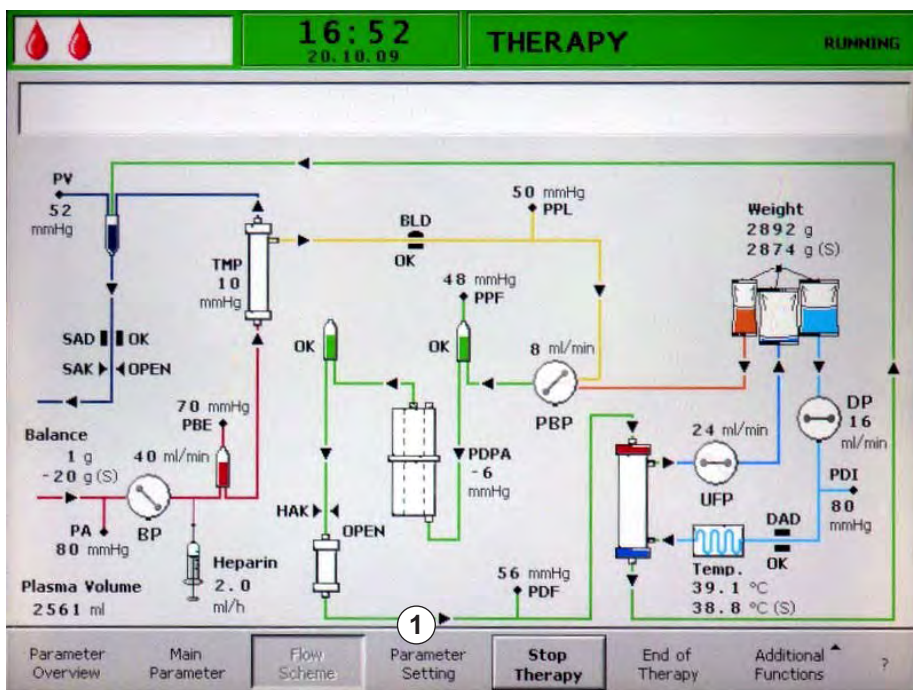

Рис. 3-24 Пункт *Parameter Setting* (Установка параметров) на экране *Flow Scheme* (Схема потока)
➤ Появляется экран *Flow Scheme* (Схема потока; Рис. 3-24).
2. Использовать вращающуюся кнопку для выбора пункта *Parameter Setting* (Установка параметров; Рис. 3-24 ①) в строке меню и нажать кнопку *Ввод*.